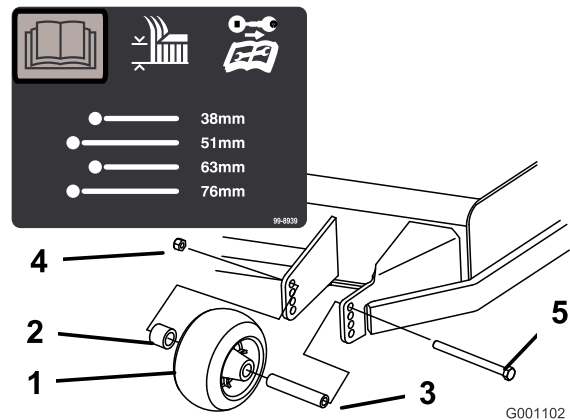
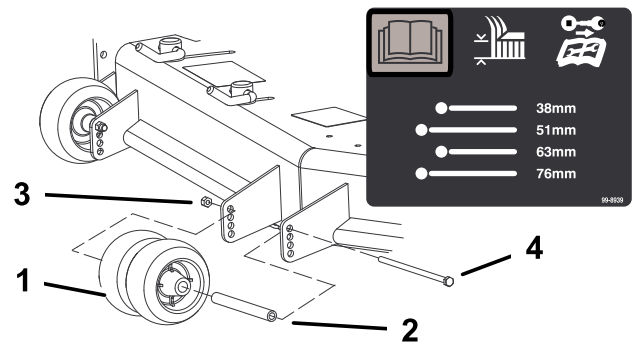
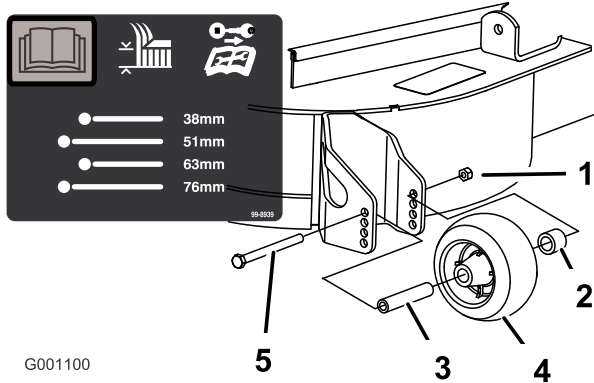

Figura 20
Figura 21
Figura 22
3. Después de ajustar la altura de corte, ajuste los rodillos retirando la tuerca con arandela prensada, el casquillo, el espaciador y el perno (Figura 20, Figura 21, y Figura 22).
Nota: Los dos rodillos centrales no tendrán espaciador (Figura 21).
5. Instale la tuerca con arandela prensada, el casquillo y el perno. Apriete a 54–61 Nm (Figura 20, Figura 21 y Figura 22).